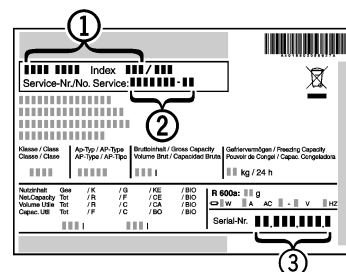

Fig. 6
- ▶ Consulter la désignation de l'appareil *Fig. 6 (1)*, le n° S.A.V. *Fig. 6 (2)* et le n° de série *Fig. 6 (3)* sur la plaque signalétique. La plaque signalétique se trouve à l'intérieur de l'appareil, sur le côté gauche.
- ▶ Informer le service après-vente et lui indiquer le dysfonctionnement, la désignation de l'appareil *Fig. 6 (1)*, le n° S.A.V. *Fig. 6 (2)* et le n° de série *Fig. 6 (3)*.